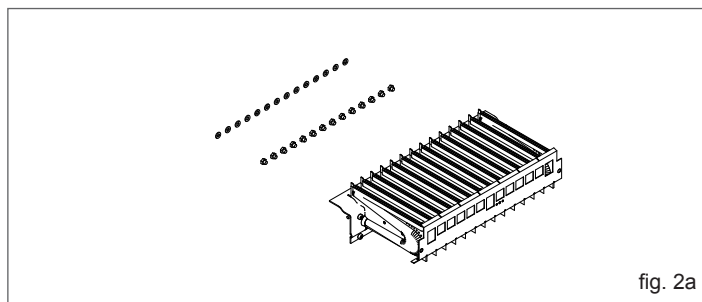

fig. 2a
- utilizando uma chave de tubos ou de bocas, remova os bicos e as anilhas e substitua-os pelos presentes no kit (fig. 2a-2b).